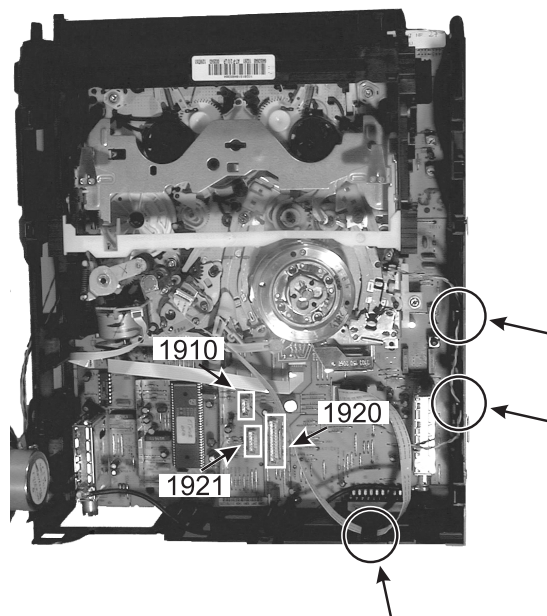

Figure 4-7
11. Sortez le câble de la tête d'effacement et le câble reliant la tête A/C à la platine principale des guidages du châssis (voir figure 4-7).
12. Débranchez les fiches 1910, 1920 et 1921 (voir figure 4-7).